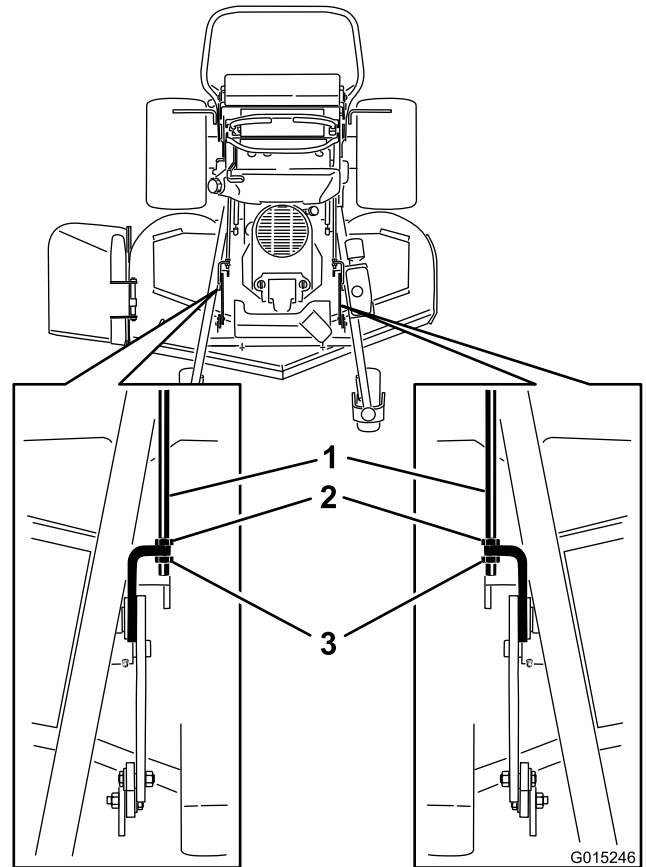

図 86
2. 調整ロッドの前後についているナットを両方ともゆるめる (図 86)。
3. 3 個の角材が安定してデッキを支えるようにする (図 86)。刈り込みデッキの後ろ側リップは、前側リップよりも 6mm 低く作られている。
6. 寸法が正しくない場合には、前後どちらかのナットを使って正しく調整する (図 86)。